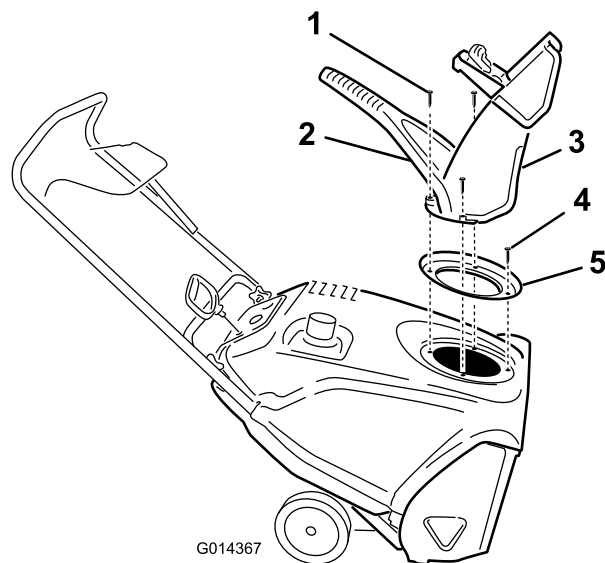

Figure 32
3. Enlevez les 3 grandes et la petite vis pour pouvoir déposer l'éjecteur, la poignée de l'éjecteur et le joint de l'éjecteur (Figure 32).